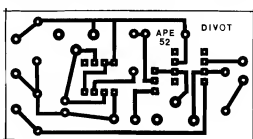

Fig.2
- FIG. 2 - LAY OUT DO CIRCUITO IMPRESSO ESPECÍFICO - Em tamanho natural (escala 1:1) vemos a face cobreada da placa, já com seu padrão de ilhas e trilhas (as partes negras correspondem às áreas que "sobram" cobreadas após a corrosão, enquanto que as partes em branco referem-se aos setores onde a película de cobre é removida no processo...). Embora simples, pequeno e não "congestionado", convém que o Leitor/Hobbysta execute o desenho a partir de decalques ácido-resistentes, que não são muito caros, e dão excelente acabamento e precisão ao lay out. As demais técnicas para confecção e utilização de Impressos nas montagens já foram exaustivamente demonstradas aqui em APE (consultem suas coleções, se ainda tiverem dúvidas, e recorram às INSTRUÇÕES GERAIS PARA AS MONTAGENS...).